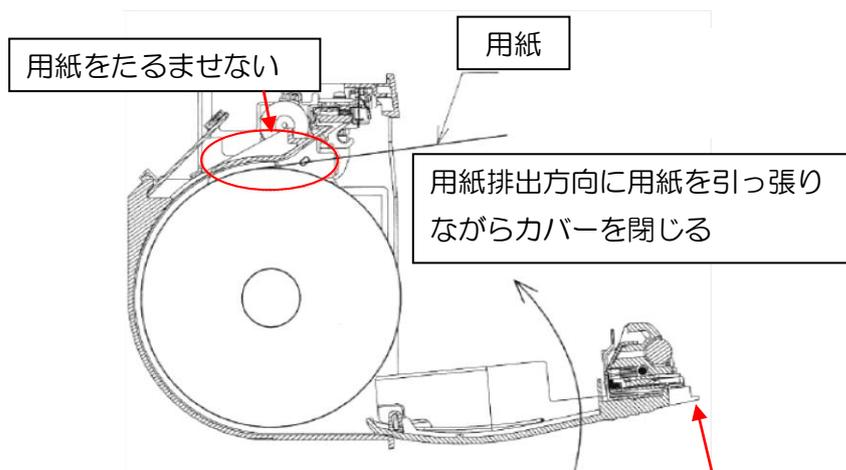

図 1
- (1) カバーオープンボタンをスライドさせ、プリンターカバーを開けます。
- (2) 用紙を図1の向きにセットします。
- (3) 用紙の先端がプリンターの外に出るようにして、プリンターカバー中央を押し込みカバーを閉じます。